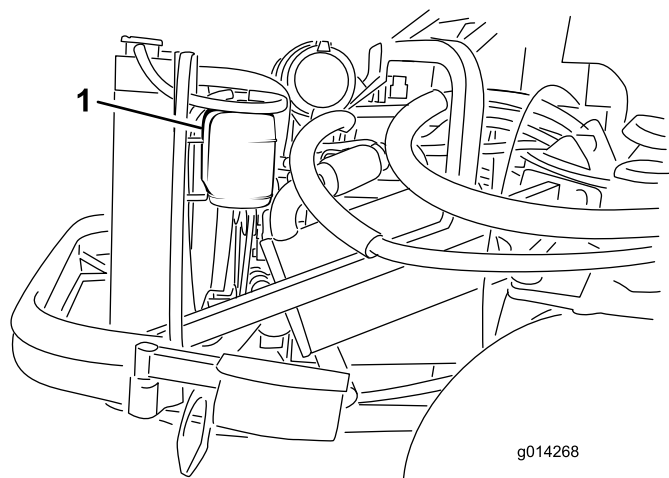

図 82
- 液量の点検は補助タンクで行う(図 82)。タンク側面についている2本のマークの間にあれば適正である。